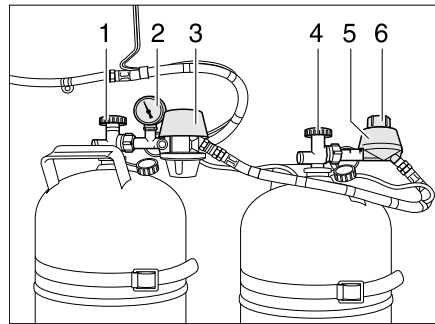
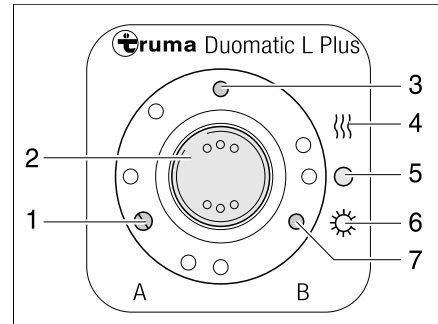

Bild 146 Duomatic-Umschaltanlage
Bild 147 Bedieneinheit
Die Duomatic-Umschaltanlage besteht aus einem Zentralregler (Bild 146,3) und einem Umschaltregler (Bild 146,5). Mit dem Drehknopf (Bild 146,6) am Umschaltregler kann bestimmt werden, welche der Gasflaschen als Betriebsflasche und welche Gasflasche als Reserveflasche verwendet wird.
Das Manometer (Bild 146,2) am Zentralregler zeigt den Druck in der Gasflasche an, nicht den Füllstand der Gasflasche. Mit dem Manometer kann die Gasflasche auf Dichtheit geprüft werden.
An der Bedieneinheit (Bild 147) können nur die elektrischen Funktionen geschaltet werden. Die Haupt-Absperrventile der Gasflaschen (Bild 146,1 und 4) müssen von Hand geöffnet werden.
- Die Haupt-Absperrventile an den Gasflaschen (Bild 146,1 und 4) öffnen.
- Mit dem Drehknopf (Bild 146,6) am Umschaltregler (Bild 146,5) die Gasflasche wählen, der vorrangig das Gas entnommen werden soll (Betriebsflasche). Den Drehknopf immer bis zum Anschlag drehen. Wenn der Drehknopf im roten Bereich steht, wird das Gas vorrangig der Gasflasche mit dem Zentralregler (Bild 146,3) entnommen. Wenn der Drehknopf im grünen Bereich steht, wird das Gas vorrangig der Gasflasche mit dem Umschaltregler (Bild 146,5) entnommen.
- An der Bedieneinheit (Bild 147) die Duomatic-Umschaltanlage einschalten. Dazu den Wippschalter (Bild 147,2) auf Winterbetrieb "Ein und Heizen" (Bild 147,4) oder auf Sommerbetrieb "Ein" (Bild 147,6) stellen. Beide Gasdruckregler sind jetzt entlüftet. Die Betriebsanzeige (Bild 147,3) leuchtet.
- Den Wippschalter (Bild 147,2) auf "O" (Bild 147,5) stellen. Die Betriebsanzeige (Bild 147,3) erlischt.
- Die Haupt-Absperrventile an den Gasflaschen (Bild 146,1 und 4) schließen.
Die Kontroll-Leuchten an der Bedieneinheit (Bild 147) signalisieren im Fahrzeuginneren, ob die Gasflaschen betriebsbereit sind.
- Kontroll-Leuchte "A" (Bild 147,1): Gasflasche am Zentralregler
- Kontroll-Leuchte "B" (Bild 147,7): Gasflasche am Umschaltregler